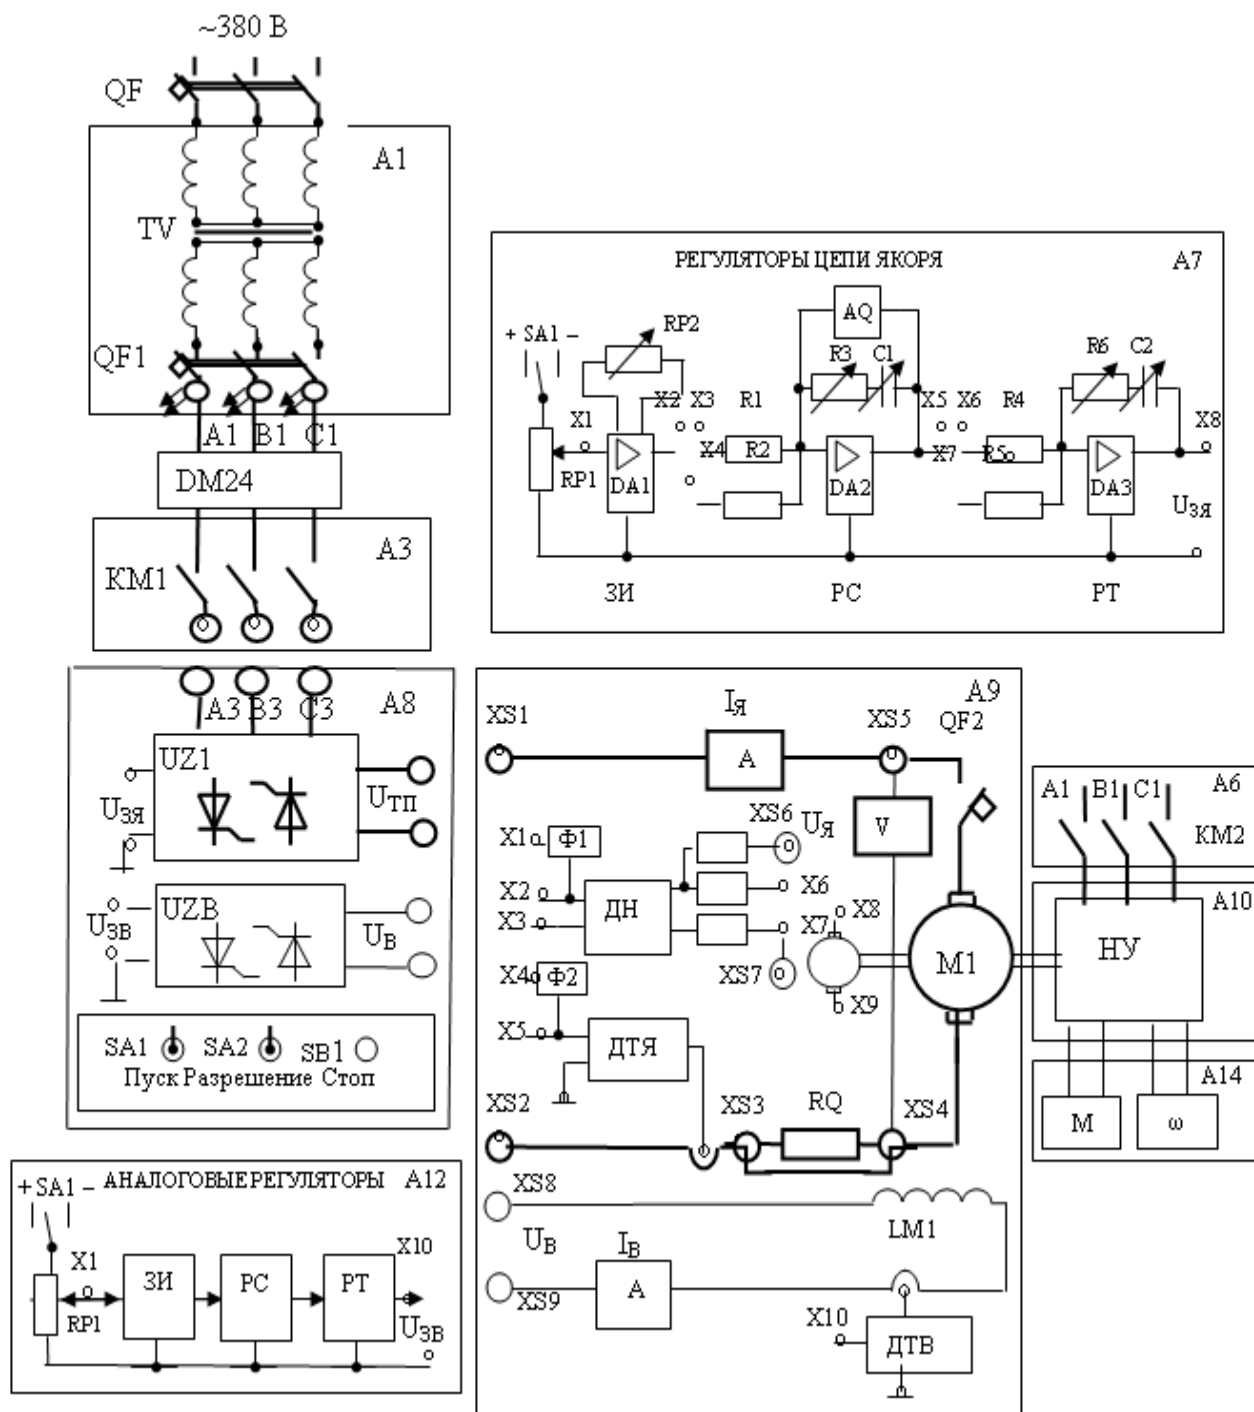

Рисунок 12 – Схема к лабораторным работам 2 и 3
1.3 Собрать схему установки для выполнения исследований переходных процессов (рисунок 12). Подключить в схему необходимые датчики контролируемых величин. Настроить систему электропривода (см. гл.1 п.1.7, гл.2 п. 2.1.4). Проверить линейность нарастания напряжения на якоре $U_{я}(t)$. Настроить переходные процессы с заданным значением динамического момента.
- собрать схему лабораторной установки (рисунок 12);
2.2.10 Отключить второй вход осциллографа от датчика тока ДТЯ и подключить к выходным клеммам X8 – X9 тахогенератора (см. рисунок 12).